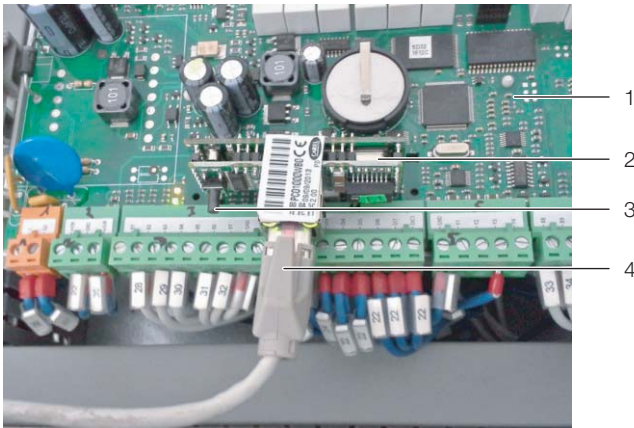

Рис. 38: Веб-карта pCO
- Нажмите (опционально с помощью другого человека) на кнопку "Reset" (рис. 38, поз. 3) и удерживайте ее ок. 20 секунд во время загрузки карты, пока индикатор статуса медленно не мигнет три раза.